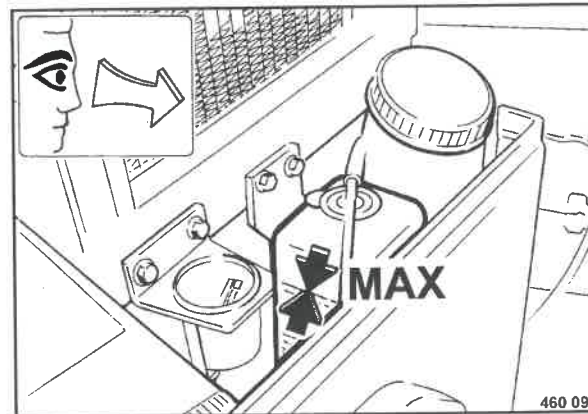

Fig. 139
- Rabboccare liquido refrigerante fino al segno MAX (Fig. 139).